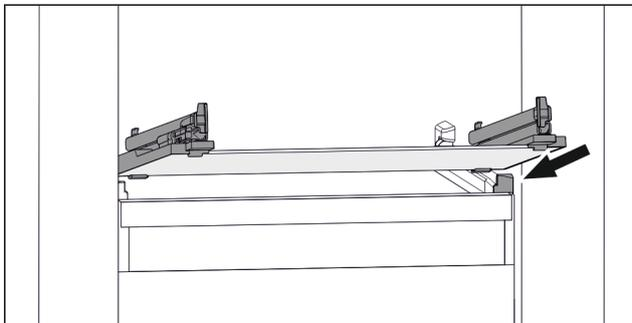

Fig. 75 Representación de la placa de vidrio a modo de ejemplo
- ▶ Coloque la placa de vidrio inclinada detrás de los topes. (consulte Fig. 75)